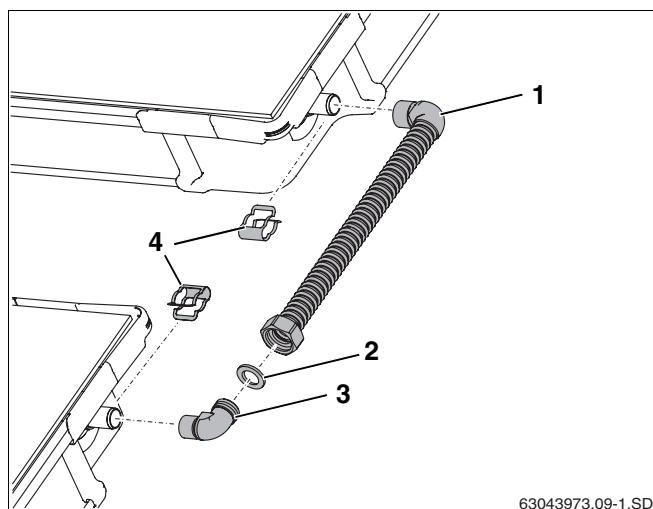

Fig. 40 Kit per il collegamento fra due file di collettori
- ▶ Inserire la guarnizione (fig. 40, **pos. 2**).
- ▶ Inserire l'innesto angolare a baionetta (fig. 40, **pos. 3**) nel dado di raccordo quindi orientarlo e avvitarlo.
- ▶ Inserire il tubo di collegamento (fig. 40, **pos. 1**) sugli attacchi del collettore e fissare in posizione utilizzando le clips (fig. 40, **pos. 4**) contenute nel kit di collegamento.